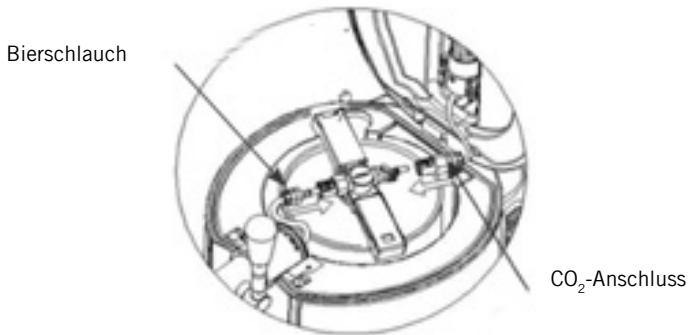

Abb.6
6. Stellen Sie sicher, dass der Zapfhahn geschlossen ist. Verbinden Sie anschließend die Bierleitung des Zapfhahns mit der Anstecheinheit (Abb. 6.)